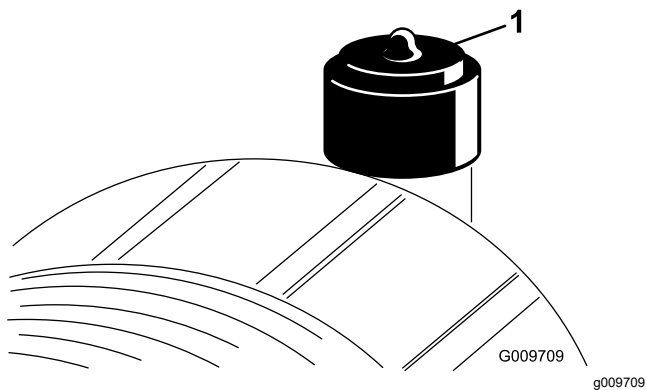

Рисунок 51
Фильтр воздухоочистителя следует обслуживать только при соответствующих показаниях индикатора необходимости технического обслуживания (Рисунок 51). Замена воздушного фильтра без необходимости только увеличивает вероятность попадания грязи в двигатель при извлечении фильтра.
9. Сбросьте индикатор (Рисунок 51), если он стал красным.